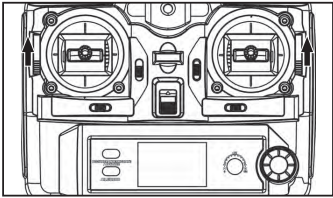

图1
- 1. 当遥控器两侧的油门模式切换键同时推倒“R”处时，为右手油门模式。（如图1）